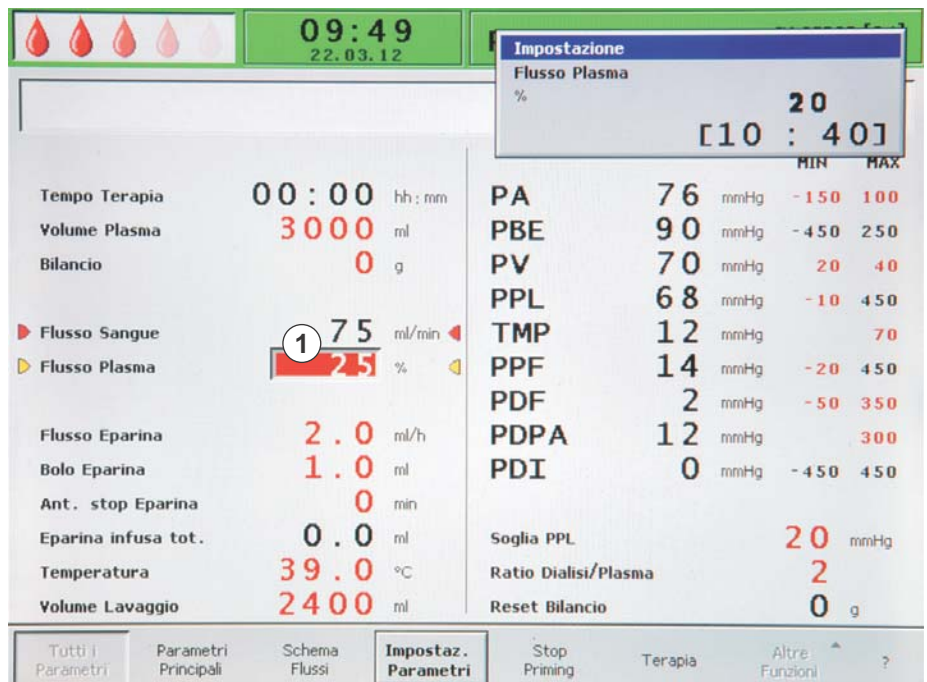

Fig. 2-22 Impostazione dei parametri nella videata *Tutti i Parametri*
☞ Il campo del parametro viene visualizzato con sfondo rosso e testo bianco (Fig. 2-22 , ①).